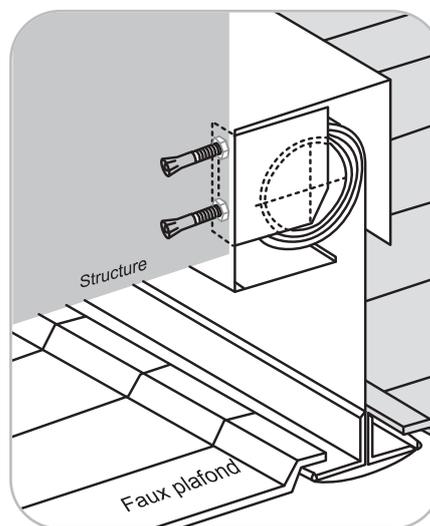

Fig. 24
- Pose en applique sur structure béton (Fig. 24)